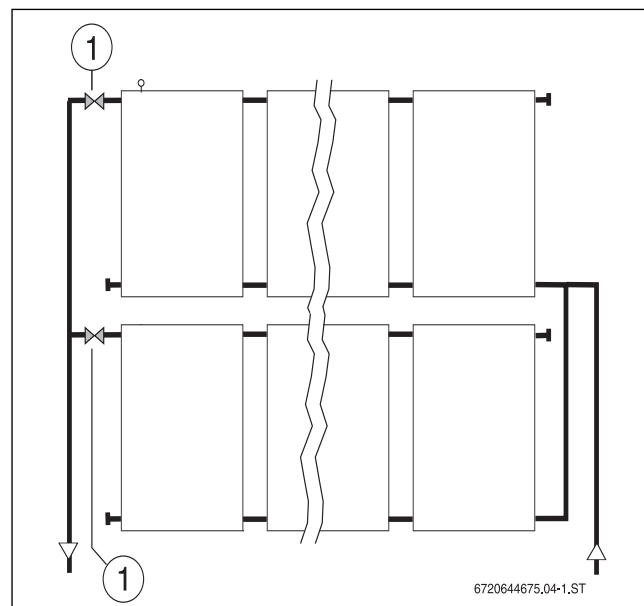

Fig. 75 Lavare i campi di collettori collegati in parallelo
- Nella mandata utilizzare valvole d'intercettazione resistenti al liquido glicole e alla temperatura (→ fig. 75, [1]).